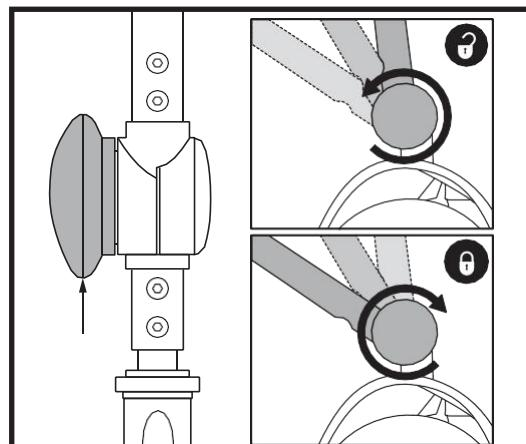

Figura 23. Pomo de ajuste del manillar
AJUSTE DEL ÁNGULO DEL MANILLAR (Ver Figura 23)
1. Con el asiento y la batería extraídos (consulte los procedimientos de desmontaje en la página anterior), baje el manillar y apriete el pomo de ajuste del manillar. Ver Figura 23.
3. Levante el manillar y apriete totalmente el pomo de ajuste del manillar. Ver Figura 23.